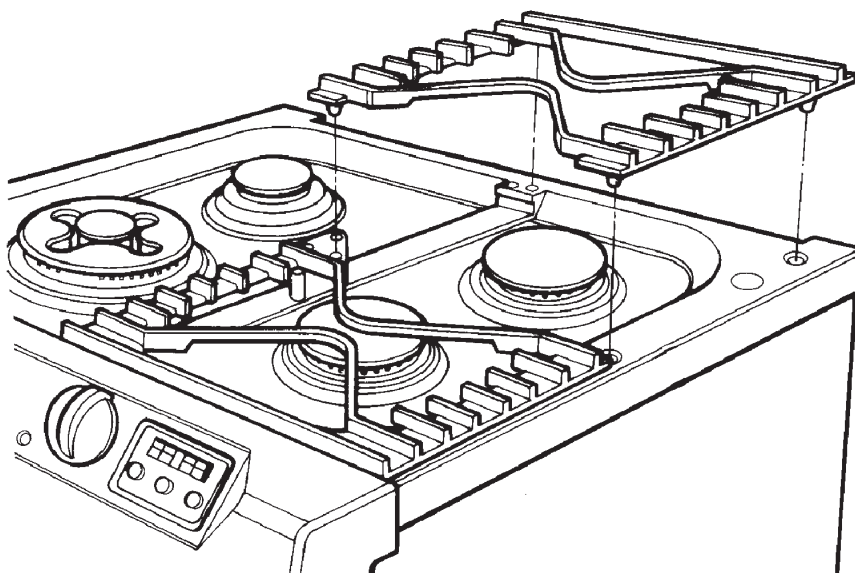
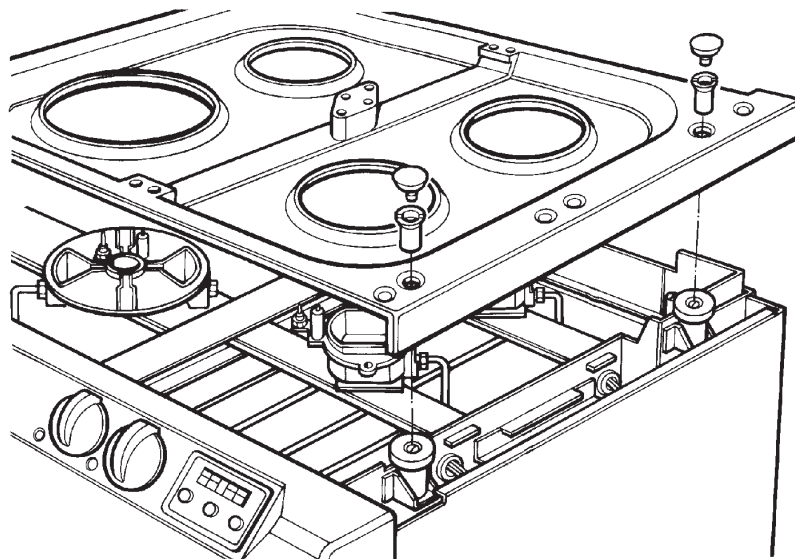

Fig. 20
Fig. 21
2. Retirar los soportes para cacerolas y las tapas de los quemadores (Véase Fig.20).
3. Retirar los tornillos que fijan el quemador (10) y las tuercas que fijan la placa de hornillos (4).
4. Levantar los aros de fijación de los quemadores (4).
5. Levantar las piezas fundidas de la placa de hornillos en el siguiente orden: lado derecho y lado izquierdo. (Véase Fig.21).